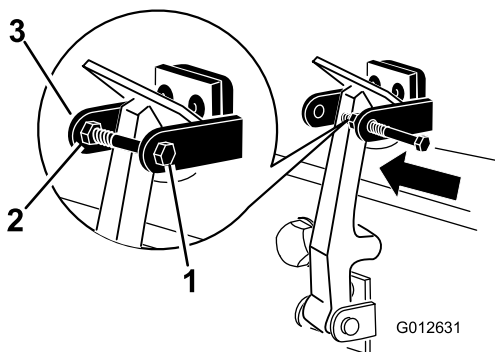

Bild 10
7. Schrauben Sie die Schraube in den anderen Arm der Motorhaubenhalterung, um den Riegel zu arretieren (Bild 10).